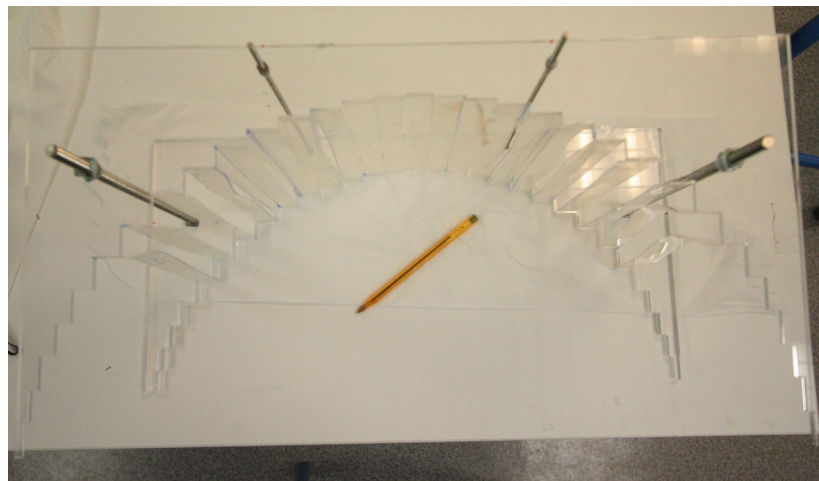

Figure 2.1 : Surface réfléchissante crénelée (vue de dessus)
- surface réfléchissante crénelée discrète (demi-ellipse discrète de 490x200x300mm) ; *cf Figure 2.1 & 2.2*